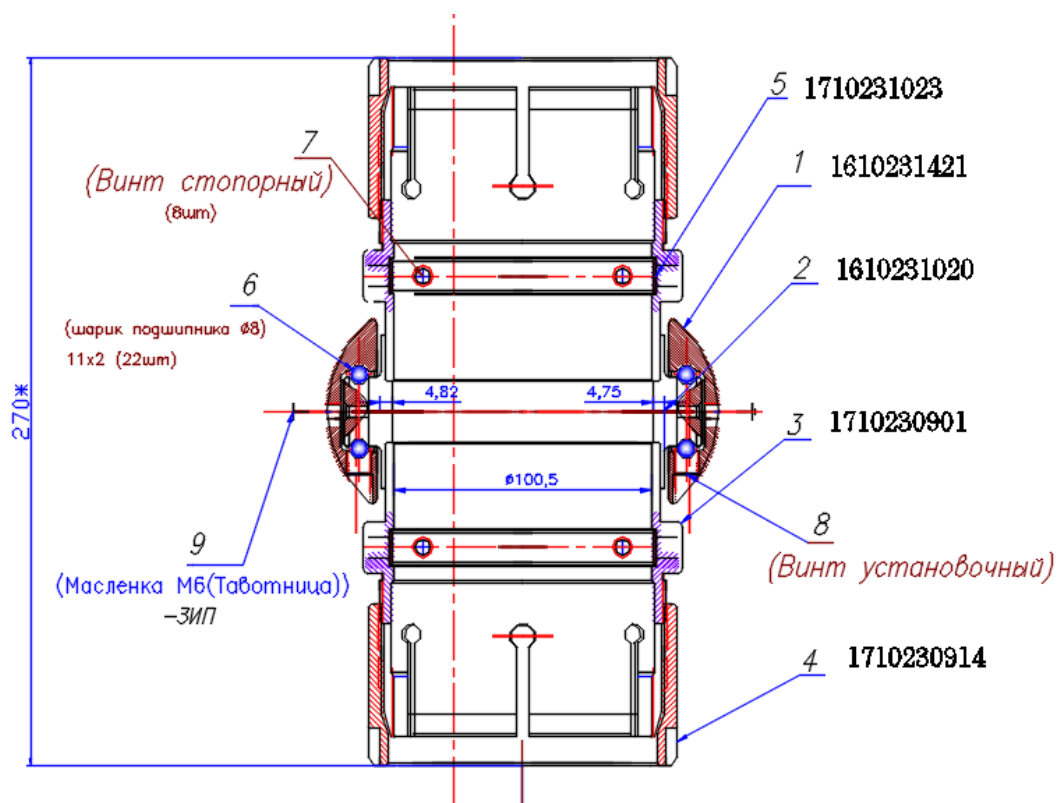

Рис. 2
Роликовый блок включает корпус (2) с установленными на нём двумя роликами(1). Ролики свободно вращаются на шариковых подшипниках(6). В центральной части роликов (см. рис. 2) расположено отверстие(9) для прокачки через подшипниковый узел ролика смазки. В отверстии нарезана резьба М6 для ввинчивания тавотницы.
Перед работой и после её окончания прокачать смазкой установленную на корпусе скважинного прибора опору через отверстия в роликах (рис. 2) до выдавливания смазки через щели наружу.